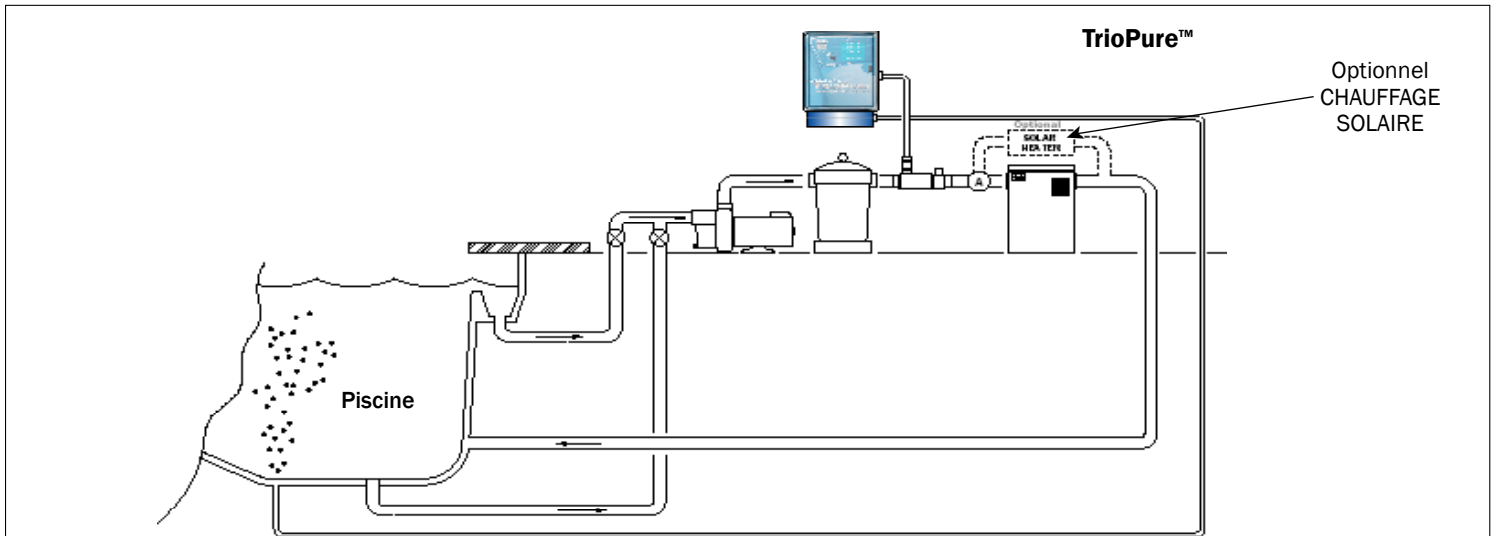

Figure 1 - (Nouvelle piscine, piscine uniquement, pas de système de nettoyage dans le plancher de la piscine, pas de chauffage solaire/chauffage solaire):
- Si vous utilisez des panneaux solaires pour chauffer votre piscine, la tubulure du système TrioPure™ doit être installée avant le chauffage solaire et le système de retour d'eau à partir du système TrioPure™ doit être installé après le chauffage solaire. Les bulles pouvant se former par le biais de votre chauffage solaire peuvent désactiver le TrioPure-50 par mégarde. Voir les figures 1, 2,3, 7,8 et 9.
<p>Si votre piscine est: Une nouvelle piscine Une piscine uniquement Pas de système de nettoyage dans le plancher de la piscine Pas de chauffage solaire / chauffage solaire - Voir la figure 1</p>